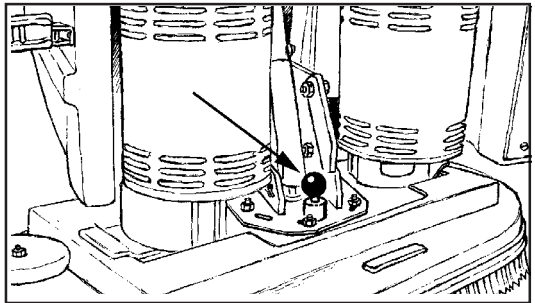

Abb. 15
4. Heben Sie den Raststift an und drehen Sie den Bürstenkopf. Siehe Abb. 15.